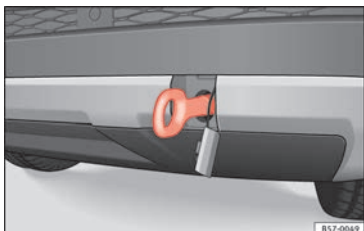

Abb. 101 Auf der rechten Seite des hinteren Stoßfängers: Eingeschraubte Abschleppöse.
- Drehen Sie die Abschleppöse **entgegen dem Uhrzeigersinn** in die Aufnahme bis zum Anschlag » **Abb. 101** » **!**. Verwenden Sie ein geeignetes Hilfsmittel, um die Abschleppöse festzuziehen.